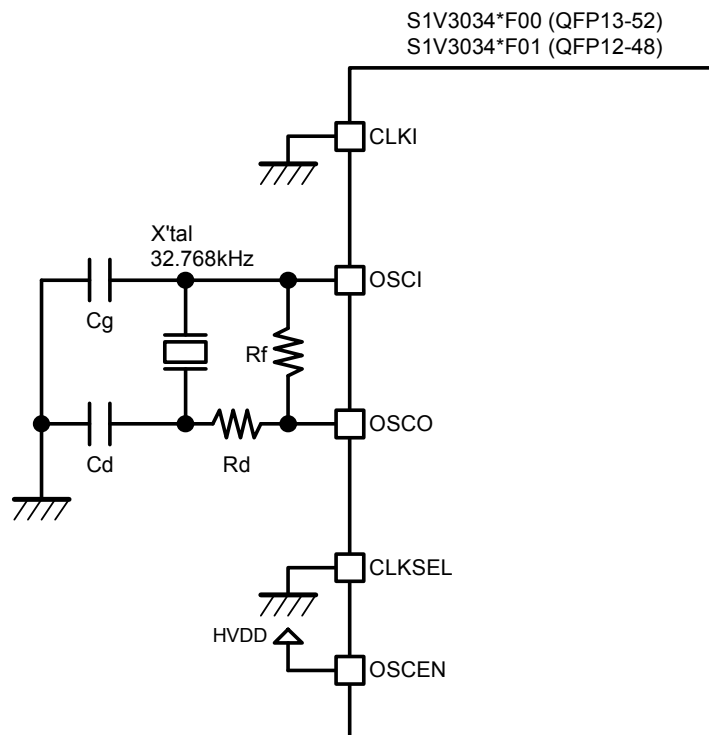

図 8.2 システムクロック外部接続例 (32.768kHz 振動子)
32.768kHz の振動子をクロック源とする場合の外部接続例を図 8.2 に示します。
OSCI, OSCO 端子に図 8.2 の通り 32.768kHz の振動子と発振回路を接続します。